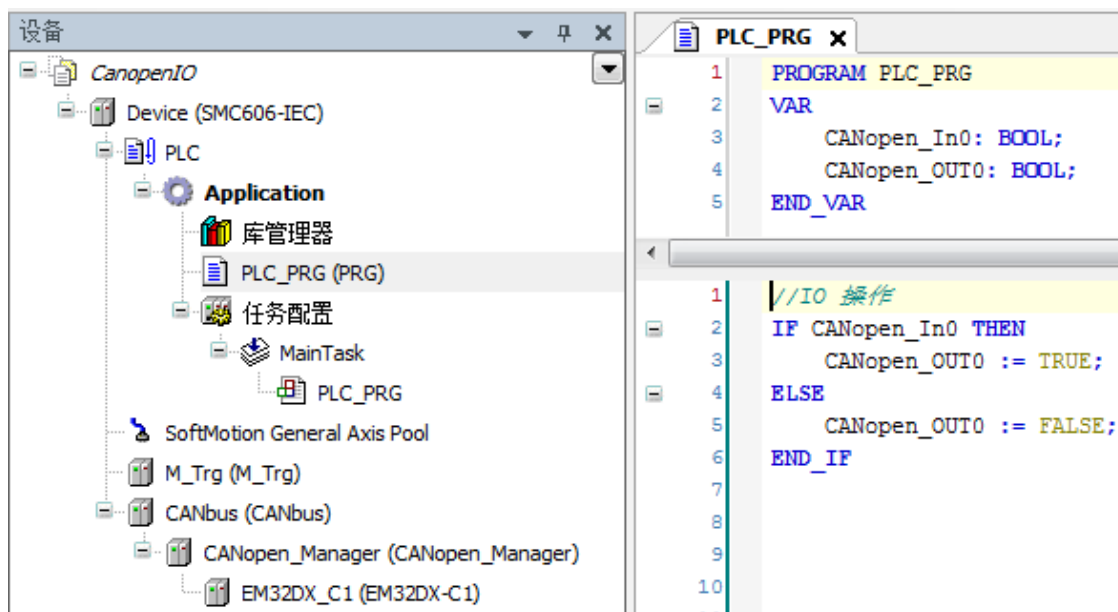

图 5.11 IO 操作代码界面
(4) 编辑程序如下:
- c. 编写 IO 操作代码，如下图 5.11 所示。